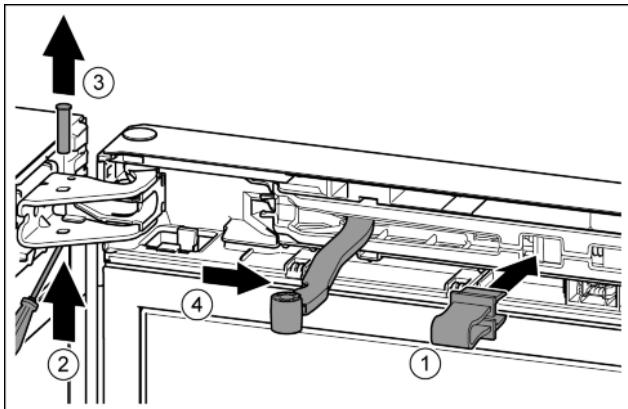

Fig. 13
- Зафиксировать предохранитель в отверстии. Fig. 13 (1)
- Выкрутить палец при помощи отвертки. Fig. 13 (2)
- Извлечь палец движением вверх. Fig. 13 (3)
- Повернуть шарнир в направлении двери. Fig. 13 (4)